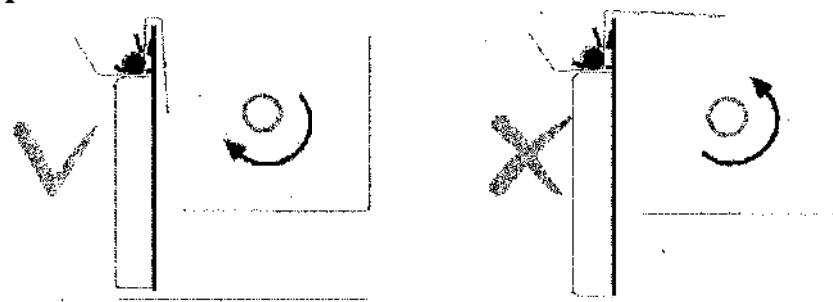

Рис. 21: Направление подачи рулона бумаги
5. Проверить направление подачи рулона бумаги. Открыть принтер и сравнить направление подачи рулона бумаги с направлением, указанным на рис. 21.